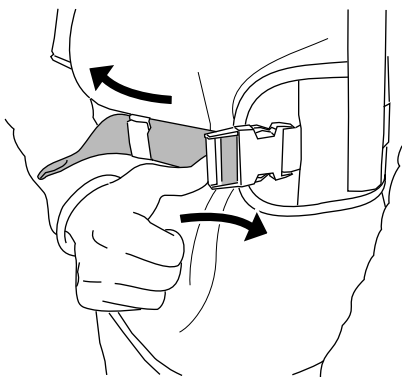

Figure 14
7. Si la ceinture est trop serrée, poussez le dispositif de réglage vers le côté pour l'allonger (Figure 14).